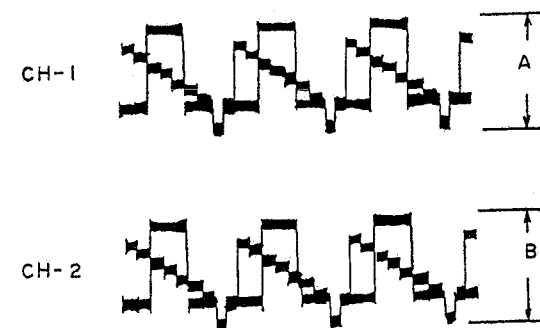

Fig. 4-105
1) Calage du seuil de commutation de tête (Figs. 4-105, 4-151)
3) Réglage de niveau de sortie de ligne à retard LH (Fig. 4-105, 4-151)